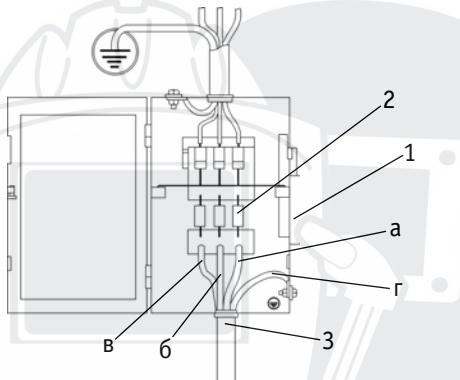

Рис. 8.3. Схема подключения к сети.
**1.** Подсоедините сетевой кабель к электросети с требуемыми параметрами. Проверьте надежность соединения кабеля и сетевой розетки (См. рис. 8.3).